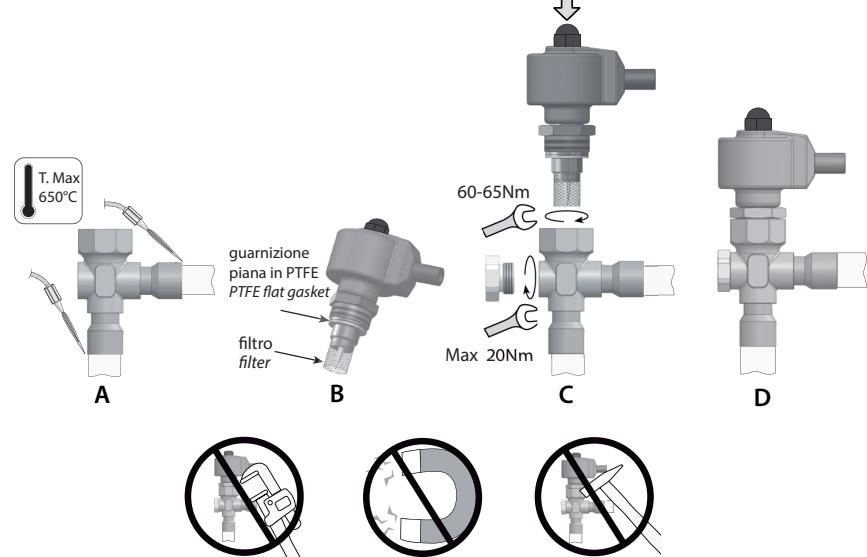

Fig. 2
Seguire la successione indicata in Fig. 2 procedendo in questo modo:
2. Procedere alla saldatura orientando la fiamma verso l'estremità dei raccordi come da fig. 2 A (per una migliore brasatura senza alterare la tenuta della zona di saldatura tra corpo e raccordi utilizzare lega con temperatura di fusione inferiore a 650 °C o con tenore di argento superiore del 25 %).
3. Verificare che la guarnizione piana in PTFE sia presente e posizionata in sede (Fig.2-B). In caso contrario, prelevare dalla confezione una guarnizione piana e inserirla nella cartuccia dalla parte della boccola in ottone.
4. Verificare che il filtro in rete metallica sia inserito sulla boccola di ottone (Fig.2-B). In caso contrario, posizionarlo come in figura e portarlo in battuta. **Attenzione! Utilizzare il filtro solo in mono-direzionale con ingresso del fluido dal raccordo laterale. In caso di utilizzo della valvola in direzione contraria, prevedere apposito filtro nel circuito, togliendo quello fornito.**
5. Avvitare nel corpo valvola la cartuccia in acciaio sull'apposito alloggiamento filettato con una chiave a forchetta da 32. Serrare la cartuccia portando la ghiera in battuta sul corpo valvola con una coppia di serraggio suggerita di 60-65 Nm (Fig. 2 C). Per favorire un più rapido assemblaggio della valvola, si consiglia di non smontare il motore dalla cartuccia.
The Unipolar E³V-S valves must be joined to the circuit by braze welding the copper fittings to the condenser outlet (IN) and evaporator inlet (OUT) pipes. Proceed as indicated in Fig. 2:
2. Weld by aiming the flame at the ends of the fittings as shown in Fig. 2-A (for better braze welding without affecting the seal of the welded area between the body and the fittings, use alloys with a fusion temperature less than 650 °C or with a silver content above 25%);
3. Make sure that the PTFE flat gasket is present in its seat (Fig. 2-B). Otherwise, take a flat gasket from the packaging and place it in the cartridge from the side of the brass bushing.
4. Make sure that the metal mesh filter is inserted on the brass bushing (Fig. 2-B). Otherwise, position it as shown in the figure and make sure it's properly in place. **Warning! Only use the one-way filter with fluid inlet from the connection side. If using the valve in the opposite direction, install a special filter in the circuit, removing the one supplied.**
5. Tighten the steel cartridge in its threaded socket on the valve body using a 32 mm spanner. Tighten the cartridge on the valve body to a recommended tightening torque of 60-65 Nm (Fig. 2-C). For faster valve assembly, do not remove the motor from the cartridge. **Warning! If the threaded rod comes completely out of the cartridge, proceed as follows:**